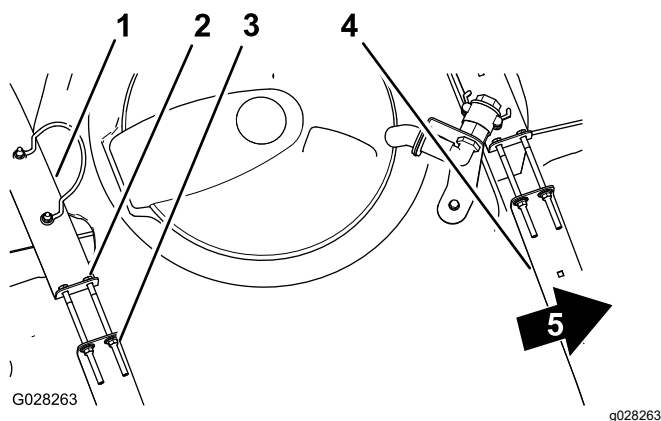

Рисунок 21
2. Убедитесь в отсутствии люфта между хомутами и баком (Рисунок 21).
- Если хомуты вокруг бака ослаблены, затяните фланцевые контргайки и болты в верхней части хомутов заподлицо с поверхностью бака (Рисунок 21).